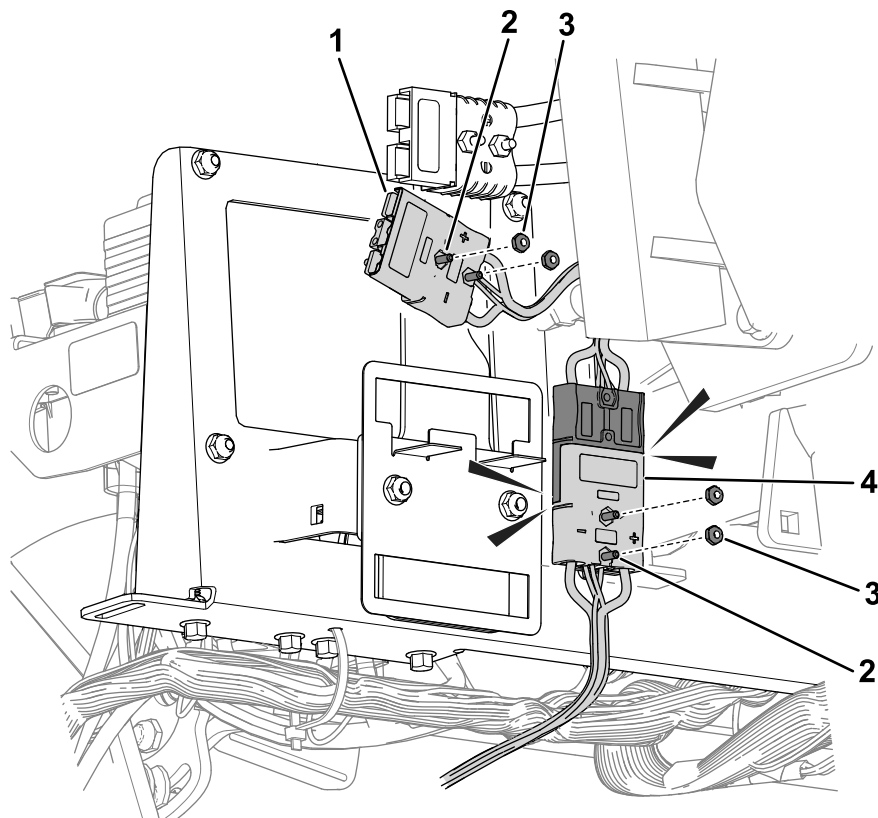

**Bild 38**
1. Verwenden Sie die zuvor entfernte Bundschraube ( $\frac{1}{4}$ " ) und Bundmutter ( $\frac{1}{4}$ " ), um die Steckverbinderhalterung und die Sicherungshalterung am Rahmen zu befestigen (Bild 38).